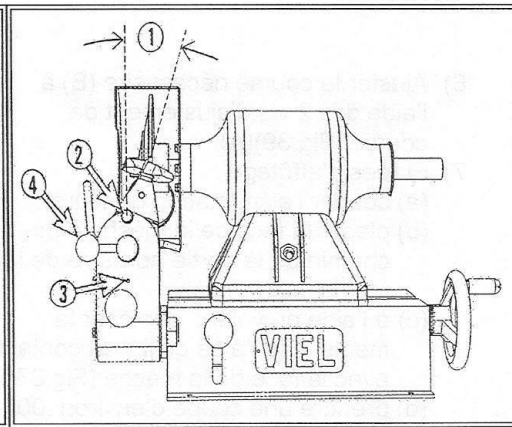

FIGURE 35
- ajuster le support d'index à l'angle désiré (Fig.35) en utilisant la goupille de positionnement (2) pour un ajustement rapide et précis,
- serrer le levier (Fig.35(4)).